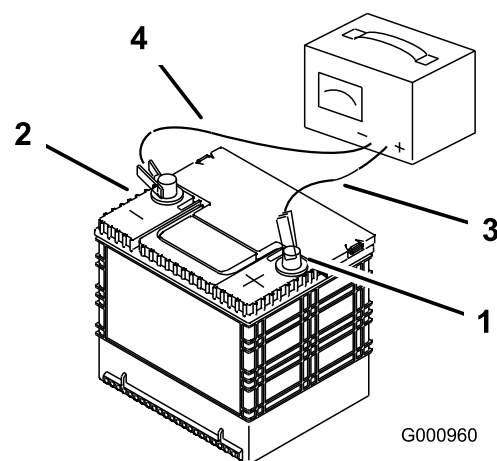

Figura 57
2. Quando la batteria è completamente carica, staccate il caricabatterie dalla presa elettrica e scollegate i cavi di ricarica dai poli della batteria (Figura 57).